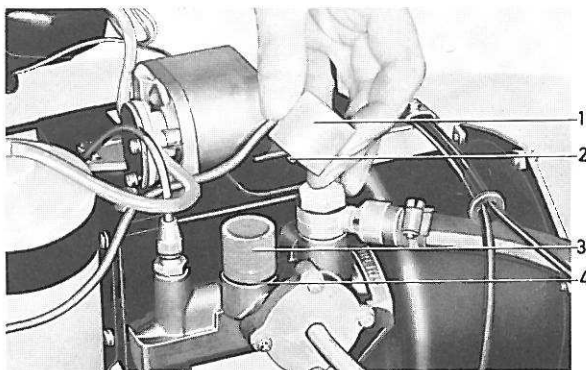

Figure 87. Echange de cartouche filtrante
On peut accéder à cette cartouche après avoir enlevé le boîtier. Sur le filtre d'ancien modèle, ceci peut se faire après avoir dégagé l'étrier et sur le filtre du nouveau modèle (figure 87), ceci peut se faire après avoir enlevé la vis de fixation. Lors de l'échange, il faut nettoyer le boîtier mais non la cartouche, laquelle doit toujours être remplacée par une nouvelle cartouche. Serrer la vis de fixation (2) au couple de 0,3 à 0,4 m.kg.